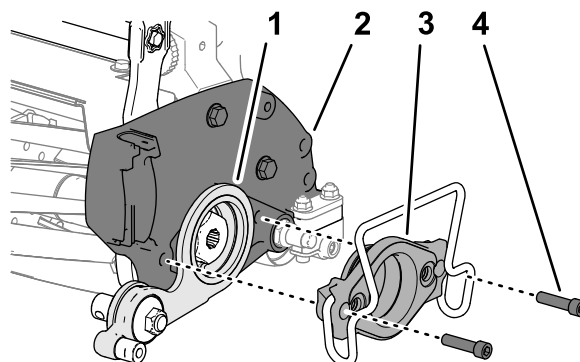

Figura 19
1. Alinee el conjunto tensor con la unidad de corte como se muestra en la **Figura 19**.
2. Alinee la placa tensora con la placa lateral de la unidad de corte, como se muestra en la **Figura 19**.
3. Monte el soporte del motor en la placa lateral de la unidad de corte a través de la placa tensora (**Figura 19**).
- Monte el soporte en la placa (Figura 19) con los 2 tornillos allen (5/16" x 1¼") que retiró en Retirada del soporte del motor \(página 4\).